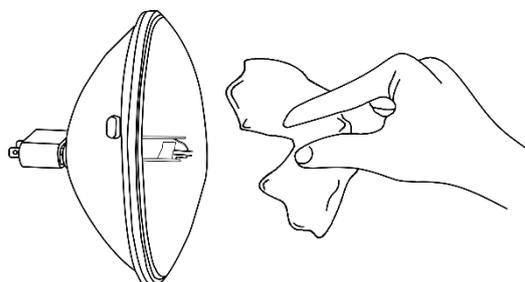

Fig. 04
**Non toccare il vetro della lampada.** La presenza di olio sulle mani riduce la durata di vita della lampada. Qualora venga toccato il vetro della lampada, pulirlo con un asciugamano pulito e senza sfilacci, quindi sfregare con alcol (fig. 04).